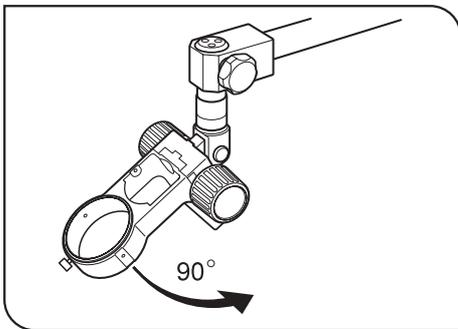

Fig. 11
6. Pour modifier l'angle du bras de liaison, desserrer la vis de réglage de l'angle du bras de liaison. (Fig. 11)